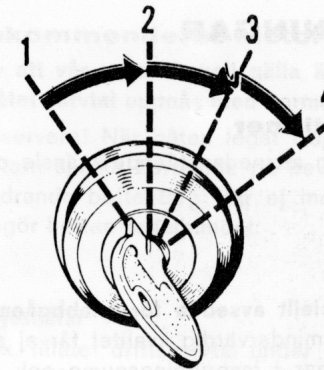

Fig. 7. Nyckelströmbrytare
3. Vrid startnyckeln till körläge (läge 2 enl. fig. 7). Kontrollera att varningslampan för laddning och oljetrycket lyser.
5. Tryck in startnyckeln och vrid den till läge 4, fig. 7, varvid startmotorn kopplas in.